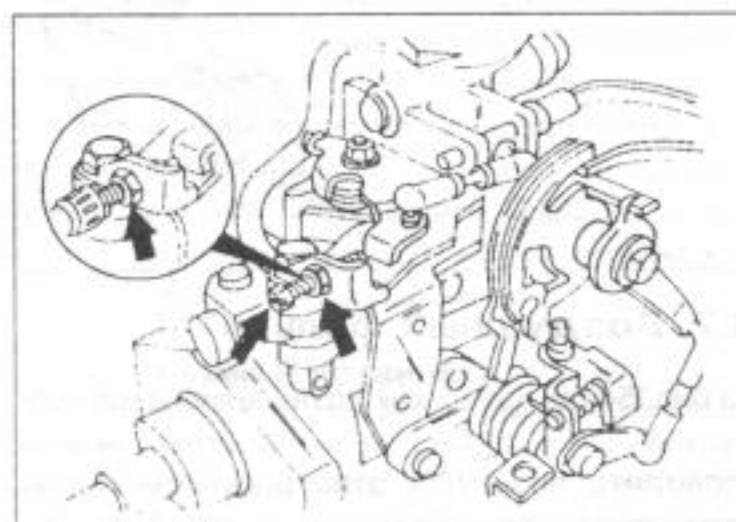

Рис.153.
- Двигатель довести до рабочей температуры, прежде чем регулировать холостой ход. Регулировочный болт для холостого хода находится на задней стороне насоса, в месте, указанном на рис.153.